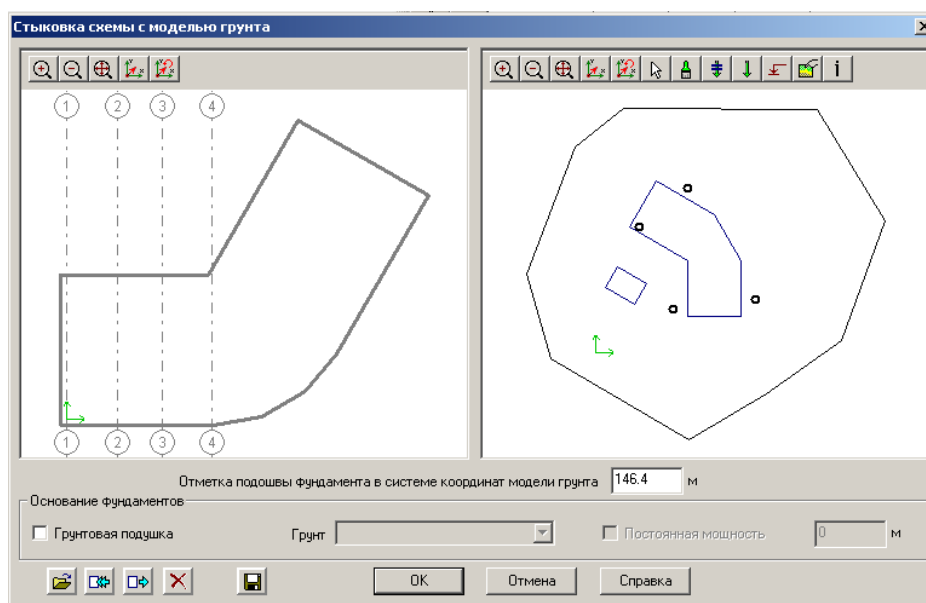

Рис.11.9.1. Окно диалога **Стыковка схемы с моделью грунта**
- В открывшемся окне диалога **Стыковка схемы с моделью грунта** (рис. 11.9.1) выполните следующие действия: